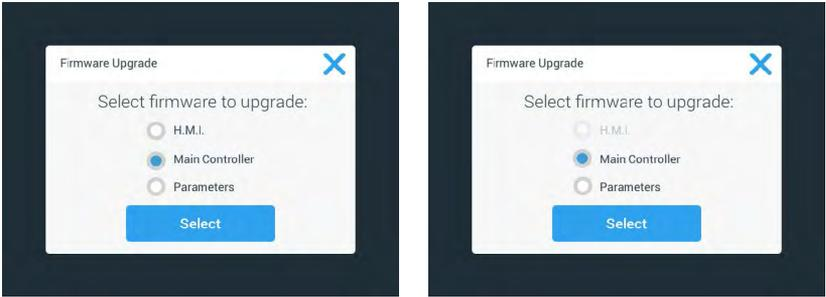

图 115: 选择要安装的固件项
11. 如果有要升级的固件，图 115 中所示的逐项列表将出现在“固件升级”屏幕中。点按要升级的固件项。
提示 如果您从图 115 所示的列表中选择 H. M. I. 选项以仅升级 GUI 固件，则在您启动固件升级后的一分钟内，GUI 显示将不会对触控屏活动区域上的任何进一步点击做出响应。在此期间，请**不要**关闭摇床电源，否则将无法成功完成升级。摇床将在短时间后重新启动，然后可供再次使用。
提示 如果您从图 115 所示的列表中选择两个或三个选项来一次升级**多个**固件组件，则在整个升级过程中的任何时候都**不得**关闭摇床电源。